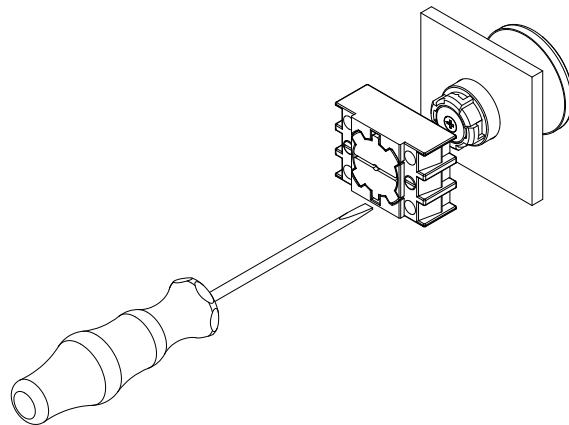

図 1
- サイズ2のクロスポイントドライバーを使用して、取り付けフランジの両方のネジを締め付け、動作ユニットと取り付けフランジを取り付けます(図1参照)。